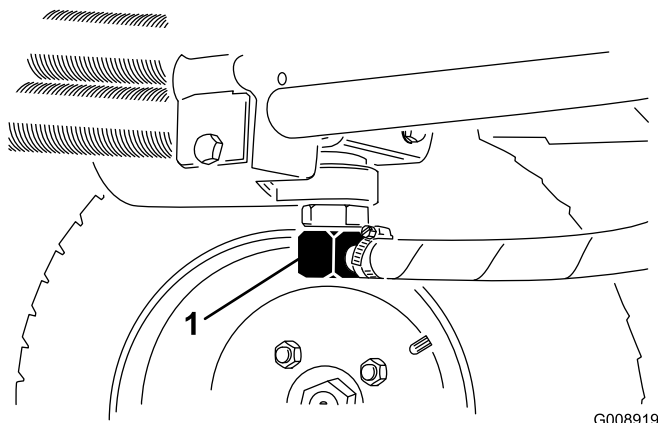
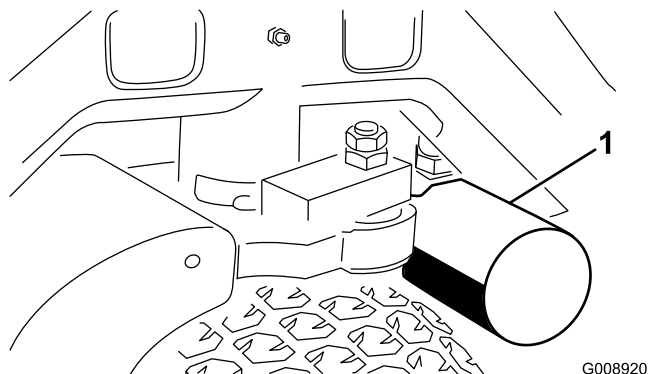

Figura 69
Figura 70
2. Desconecte as tubagens hidráulicas (Figura 69) ou retire o filtro hidráulico (Figura 70) e deixe que o fluido hidráulico escorra para dentro de um recipiente de escoamento.
4. Coloque um recipiente de escoamento debaixo do filtro (Figura 70) e retire o filtro.